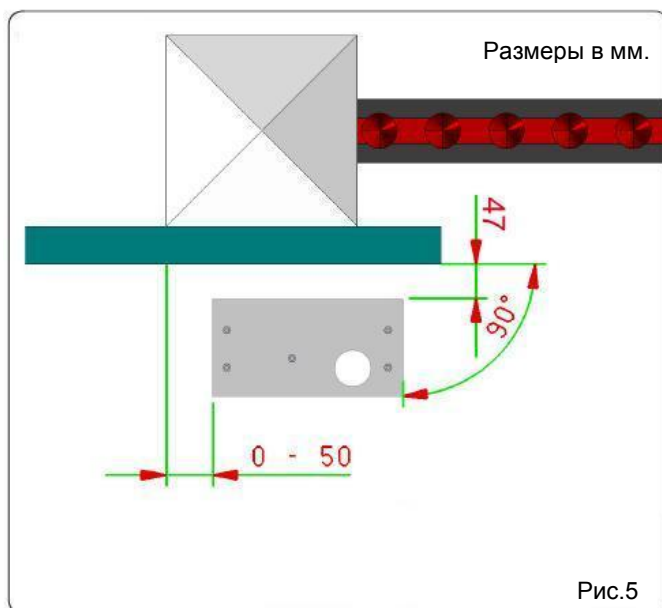
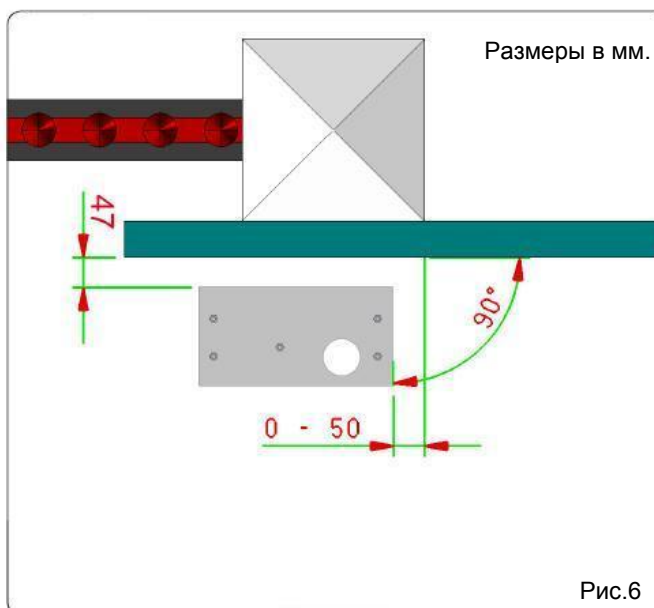

Рис.5
Рис.6
2. Монтажная пластина должна быть размещена как показано на рис.5 (открытие вправо) или рис.6 (открытие влево). Необходимо точно следовать всем установочным размерам для гарантии правильного сцепления шестерни и зубчатой рейки.